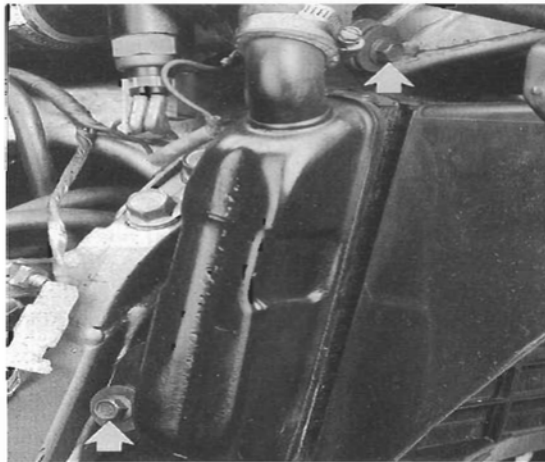
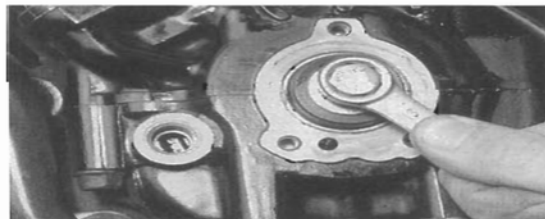

Bild 17
Bild 18
- Kühlerbefestigungsschrauben (Bild 17) links und rechts ausdrehen. Kühlerschlauchschellen lockern und Schläuche von Kühlerstützen abziehen.
- Luftleitstück abnehmen und Stecker des Lüftermotors $\textcircled{1}$ Bild 18 trennen. Kühler abnehmen.
- Die Zylinderkopfdeckelschrauben (Bild 18) schrittweise über Kreuz (von aussen nach innen) ausdrehen und Deckel abnehmen.
● Zylinderkopfdeckel mit fett- und ölfreien Dichtflächen montieren (Bild 18). Dichtgummis der Befestigungsschrauben leicht ölen und Schrauben eindrehen (10 Nm).
● Kühler wieder anbringen (Bild 17). Stecker des Kühlerventilatormotors ① Bild 18 und Schläuche anschliessen.